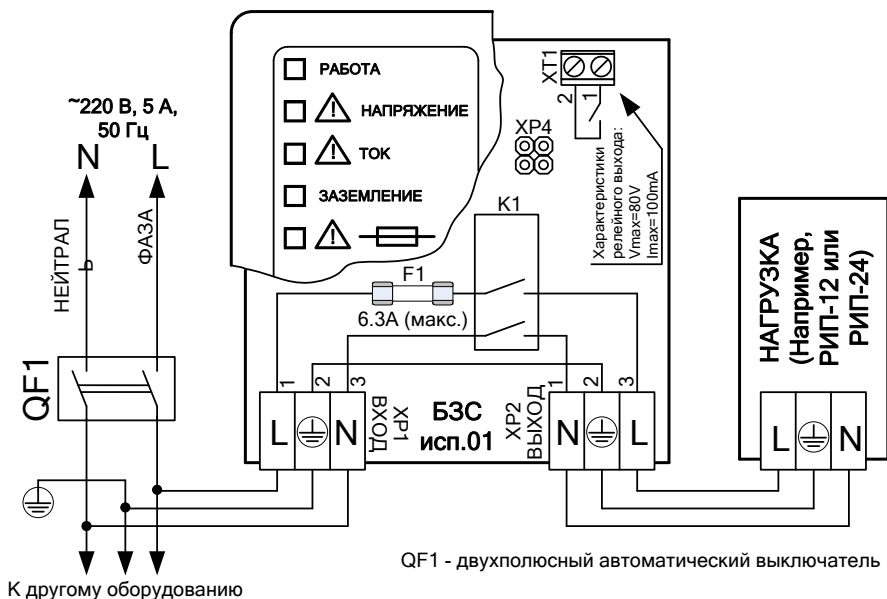

Рис.1
1.1.9 БЗС обеспечивает индикацию неисправности внутреннего защитного предохранителя (F1 на рис.1). В случае неисправности предохранителя включается индикатор «» (цвет свечения – красный), при этом все остальные индикаторы выключены.
При подключении внешнего питающего напряжения 220 В к сетевой колодке необходимо соблюдать правильность подключения проводов «фаза» и «нейтраль». Подключение производить в соответствии с маркировкой расположенной на лицевой стороне корпуса или в соответствии с Рис. 1 данной этикетки.
До подачи напряжения сетевого питания необходимо с помощью перемычки на разъёме ХР4 (см. рис.1), установить пределы срабатывания защиты по напряжению и время задержки включения согласно табл. 1.
Согласно схеме соединений на рис.1:
2.3.1 БЗС представляет собой автономное, автоматическое устройство, печатная плата которого размещена в корпусе. Корпус состоит из двух частей: верхней крышки и основания, к которому крепится плата. На плате расположены входная и выходная соединительные колодки (ХР1 – «ВХОД», ХР2 – «ВЫХОД»), предохранитель, светодиодные индикаторы, а также силовое электромагнитное реле, коммутирующее обе линии сети («L») и («N»). Также на плате расположено «сигнальное» оптореле, контакты которого выведены на разъём ХТ1 (см. рис.1). Контакты этого реле дублируют состояние индикатора «РАБОТА» (индикатор включен – контакты замкнуты, выключен – разомкнут).